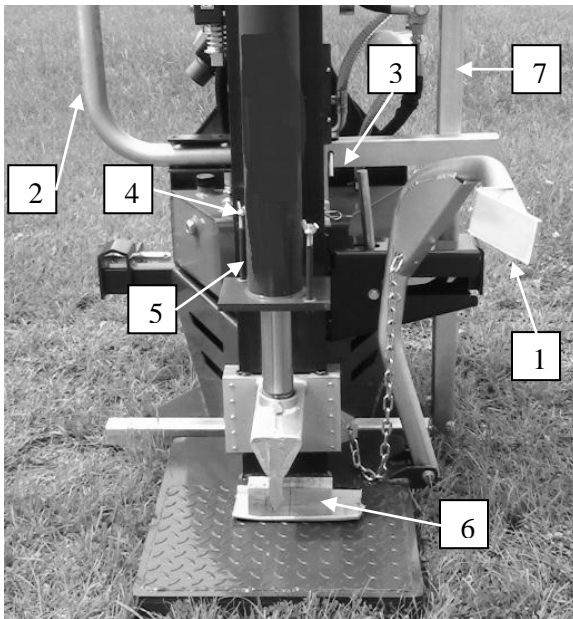
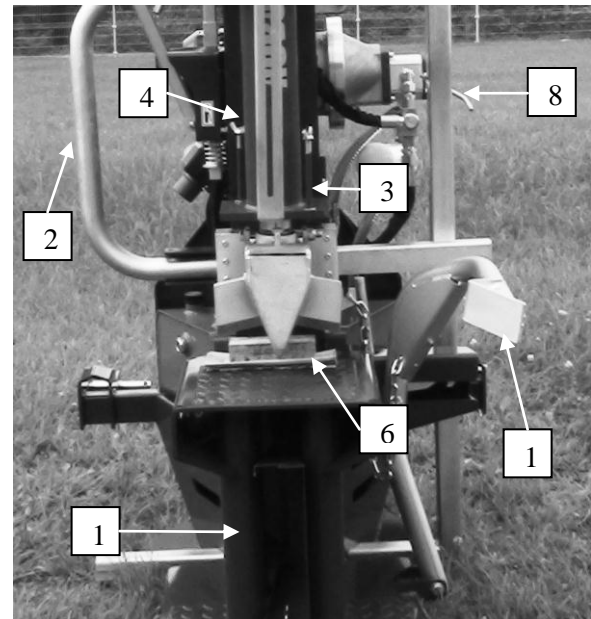

Bild 27
Bild 27a
- Den Hehebogen (1) aus der Arbeitsstellung in die Richtung der Führungssäule stellen so, dass er automatisch einrastet (Bild 27 und Bild 27a).
- Den Stift (3) des Spaltholzträgers (2) herausziehen, dann noch den Träger herausziehen und nach unten bzw. oben drehen. Wenn der Holzspalter eine Stütze hat (Elektromotor), den Träger in die Führung auf der Führungssäule schieben, den Stift (3) einsetzen und unter den Spaltkeil (beziehungsweise Spaltkreuz) ein Holzstück stellen.
- Den Schubzylinder herunterlassen so, dass sich der Spaltkeil an das Holzstück anlehnt (6).
- Die Flügelmuttern (4) der Schrauben (5) des Schubzylinders lösen.
- Auf die Schraube (5) die Unterlegscheibe setzen und die Flügelmuttern (4) festziehen.
- **Stütze (Holzspalter mit Elektromotor):** den Stift links und rechts herausziehen, die Stütze (7) herausziehen und diese mit dem längeren Ende nach oben drehen, die Stütze in die Führung für die Arbeitsplatte schieben und beide Stifte (8) einsetzen – Benutzung nach Bedarf (wenn der Holzspalter nicht auf den Schlepper angebaut ist) und wenn für das Heben des Spaltgutes der Hehebogen verwendet wird.